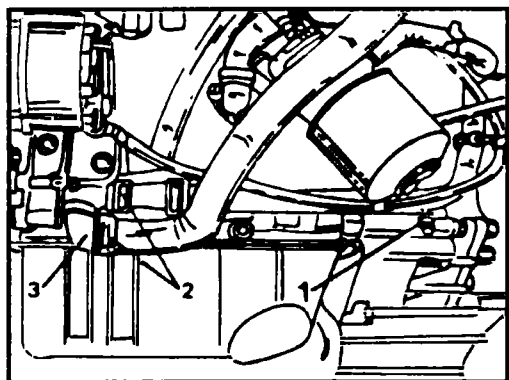

Рис. 2.1 Для слива охлаждающей жидкости отверните пробку (1), отсоедините шланги (2) или снимите крышку термостата (3)
- ◆ Слейте жидкость из системы охлаждения в заранее подготовленную емкость. Для этого надо снять шланги (2, см. рис. 2.1) или крышку термостата (3). Можно также отвинтить пробку (1). Краник отопителя должен быть открыт, для того, чтобы охлаждающая жидкость из системы отопления могла также вытечь. Жидкость можно использовать повторно при условии, что она использовалась не более двух лет.